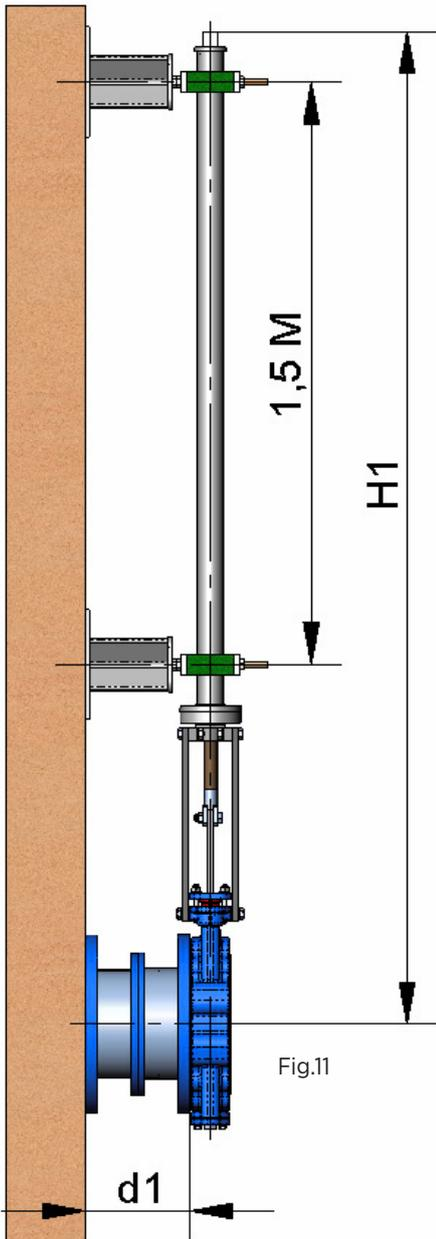

Fig.11
- La columna de maniobra estándar es de 800mm. de altura (fig. 11).
2.- EXTENSION: TUBO (Fig 11)